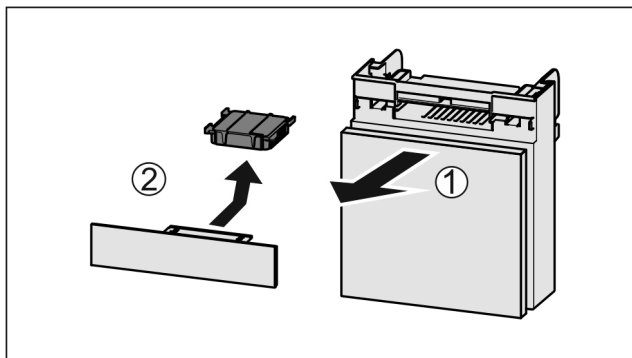

Fig. 115
- Trekk ut Fig. 115 (1) hyllen fremover.
- Ta ut Fig. 115 (2) aktivkullfilteret.